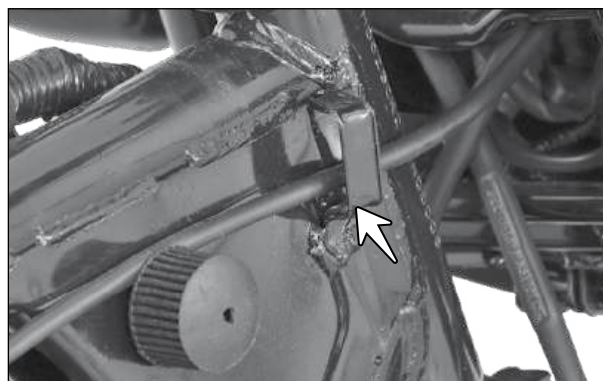

Fig. 6.112
- Remova o cabo do acelerador da guia na coluna de direção. (Fig. 6.112)